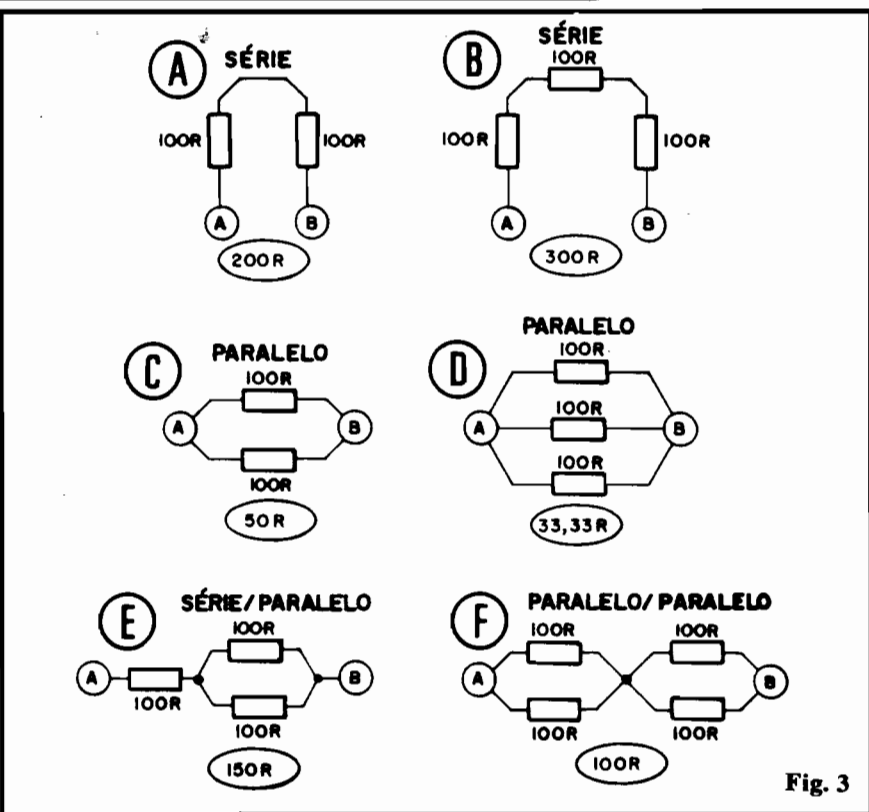
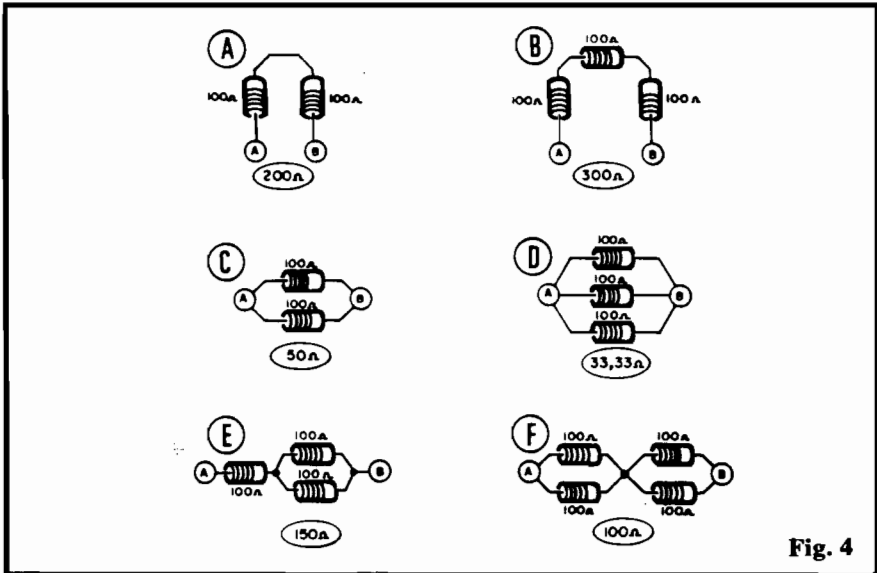

Fig. 3
Fig. 4
- FIG.3 - Diversos exemplos de associações de resistores, com os valores finais resultantes também indicados. Vamos ver cada caso:
Onde “Rp” é o valor resistivo resultante da associação, enquanto que R1, R2, R3.....Rn são os valores individuais dos resistores que formam o conjunto. Vamos “conferir” com o exemplo mostrado na fig. 3-C:
Para que o Leitor/Aluno, ainda iniciante, não se atrapalhe muito com a simbologia (vão tratando de decorar e acostumar-se, que essas "molezas" apenas serão fornecidas nas primeiras Lições...), os mesmos arranjos mostrados na fig. 3 são também vistos, em "forma real", na próxima figura:
- FIG. 4 - "Vista real" das associações exemplificadas na fig. 3.
Comparar os símbolos (fig. 3) com o chapeado (fig. 4) é uma boa maneira de ir se acostumando com a "interpretação" dos esquemas... Com um pouco de atenção e bom senso, logo, logo o Leitor/Aluno não encontrará dificuldades em "ler" esquemas muito mais complexos...